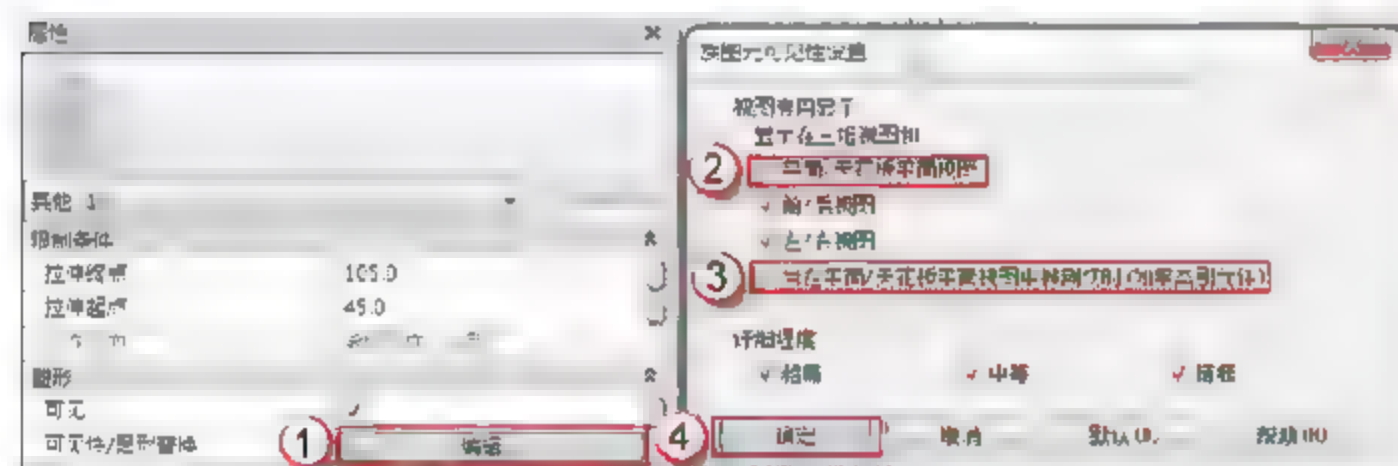

图 6.1.56 修改门的可见性
(12) 修改门框的可见性。在门框的“属性”面板中, 单击“图形”栏“可见性/图形替换”后的“编辑”按钮, 弹出“族图元可见性设置”对话框, 取消“平面/天花板平面视图”和“当在平面/天花板平面视图被剖切时 (如果类别允许)”复选框的选择, 单击“确定”按钮, 如图 6.1.56 所示。